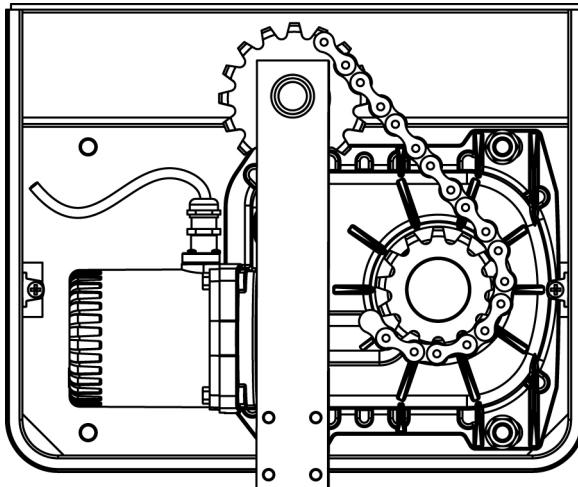

Fig.3
5. Sustituir la palanca de transmisión con la palanca que lleva la corona dentada (Fig.3)